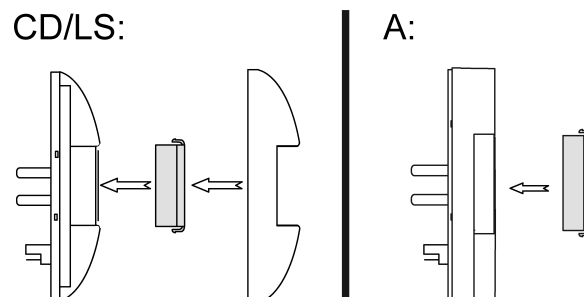

Bild 14: Montage Blende Serie CD/LS und A
- Blende für linke oder rechte Seite des Gerätes montieren (Bild 14).
- Blende von vorne auf die linke oder rechte Seite des Geräts montieren (Bild 14).